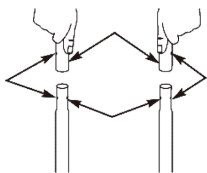
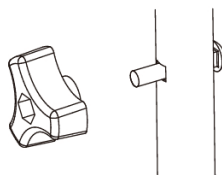

рис.2
рис.3
3.2 Прикрепите рукоятку к основному блоку. Поместите рукоятку на опоры, соединенные с основным блоком. Убедитесь, что отверстия в рукоятке совмещены с отверстиями на опорах (рис.2). Вставьте болты каретки в отверстия снаружи блока и прикрепите рукоятку изнутри (рис.3).